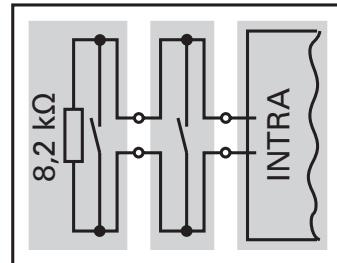

Abb.10
- mehrere Schalteleisten am gleichen Eingang müssen in Serie geschaltet werden (Abb.10)
- Die letzte Schalteleiste muss mit 8,2 kOhm abgeschlossen werden (Abb.10)